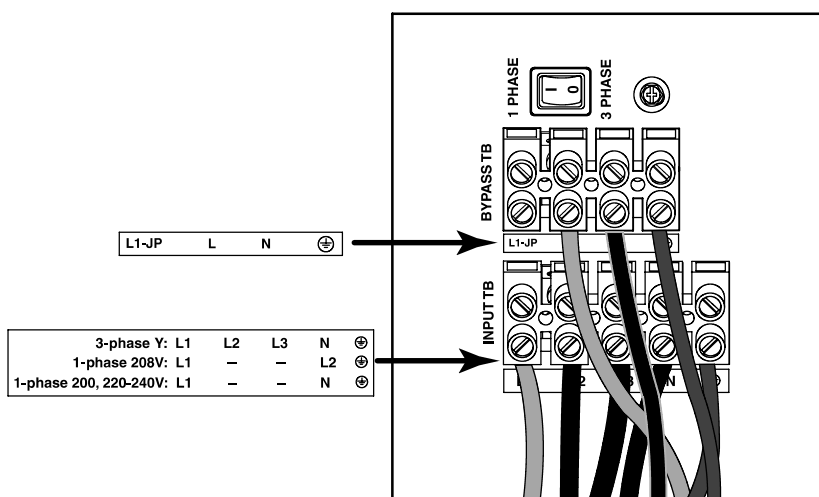

Рисунок 31. Двойной ввод (трехфазный)
Для трехфазного варианта с двойным вводом (см. рис. 31) удалите перемычку, соединяющую выводы L1-JP и L, таким образом, чтобы позже в ходе работы можно было подвести второй вывод к входной клеммной колодке байпаса. Поддерживается только ввод типа Y (звездообразный, 5-проводной). Вход дельта (4-проводной) НЕ поддерживается. Подсоедините трехфазный ввод 380–415 В L к L, а ввод 220–240 В L – к N. Ввод 208/120 В НЕ поддерживается.
12. Установите селекторный переключатель в положение, соответствующее однофазному или трехфазному режиму. См. рис. 31 на стр. 28 для определения местоположения переключателя.